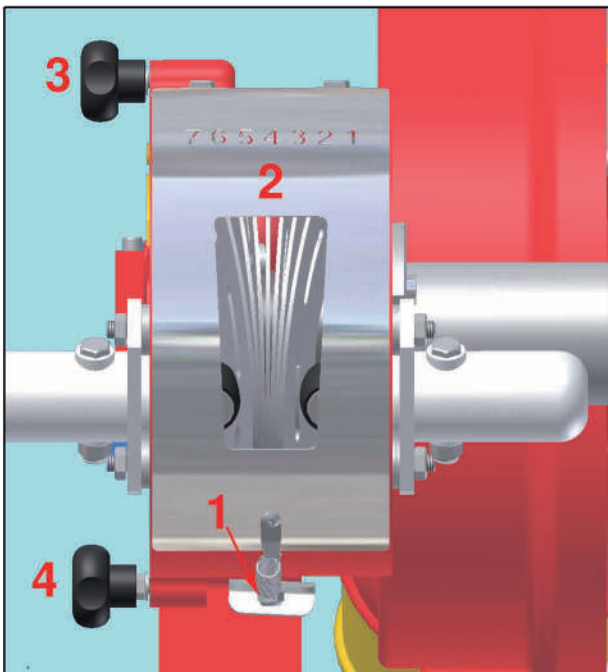
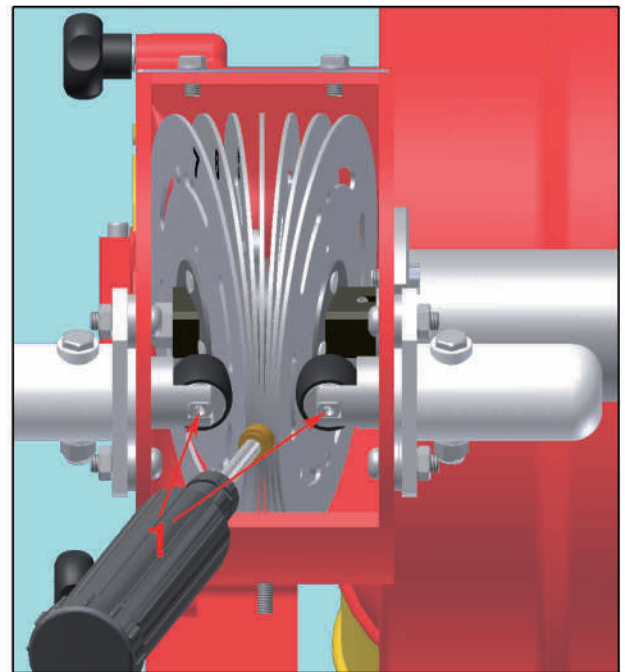

FIG. 3
FIG. 4
a) INGRASSAGGIO. Togliere la protezione dei dischi (Fig. 3, punto 1,2). Introdurre il grasso con l'apposito strumento in dotazione, nelle parti 1, fig. 4. E' consigliabile effettuare tale operazione ogni 4 ore circa di lavoro.
Per accedere al blocco spiumaggio togliere la protezione dei dischi (fig. 3, punto 1,2), svitare i due punti 3 e 4 (Fig. 3), aprire la portella, sfilare i dischi e pulirli. Pulire le parti interne del vano dischi ogni 8 ore di lavoro circa.